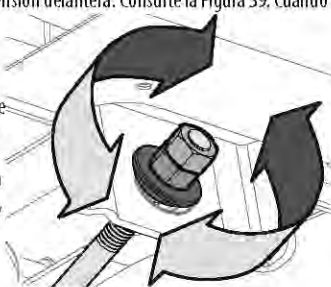

Figura 39
- Para *eleva*r el frente de la plataforma, afloje la tuerca exterior y luego apriete (rosca hacia adentro) la tuerca contra el soporte de suspensión delantera. Consulte la Figura 39. Cuando se logre el torque correcto, vuelva a apretar la tuerca exterior hasta 25-30 pies-libras (34-40,7 N-m).
- Para *baja*r el frente de la plataforma, afloje la tuerca exterior y luego afloje (rosca hacia afuera) la tuerca interior, alejándola del soporte de suspensión delantera. Consulte la Figura 39. Cuando se logre el ajuste correcto, vuelva a apretar la tuerca exterior.